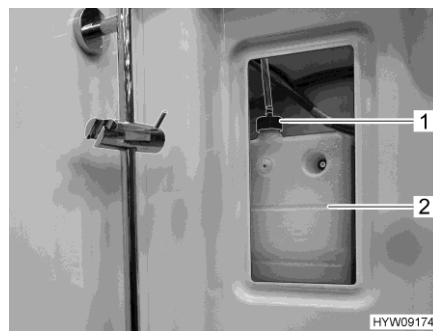
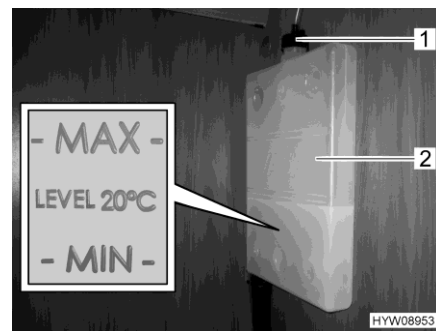

Fig. 228 Vase d'expansion (chauffage à eau chaude)
Fig. 229 Repère "MIN/MAX"
- Retirer le couvercle du vase d'expansion (Fig. 228,2), en haut à droite dans la douche.
- Contrôler si le liquide se trouve entre les marques "MIN" et "MAX" (Fig. 229) sur le vase d'expansion (Fig. 229,2).
- Ouvrir le bouchon du vase d'expansion (Fig. 228,1 ou Fig. 229,1).